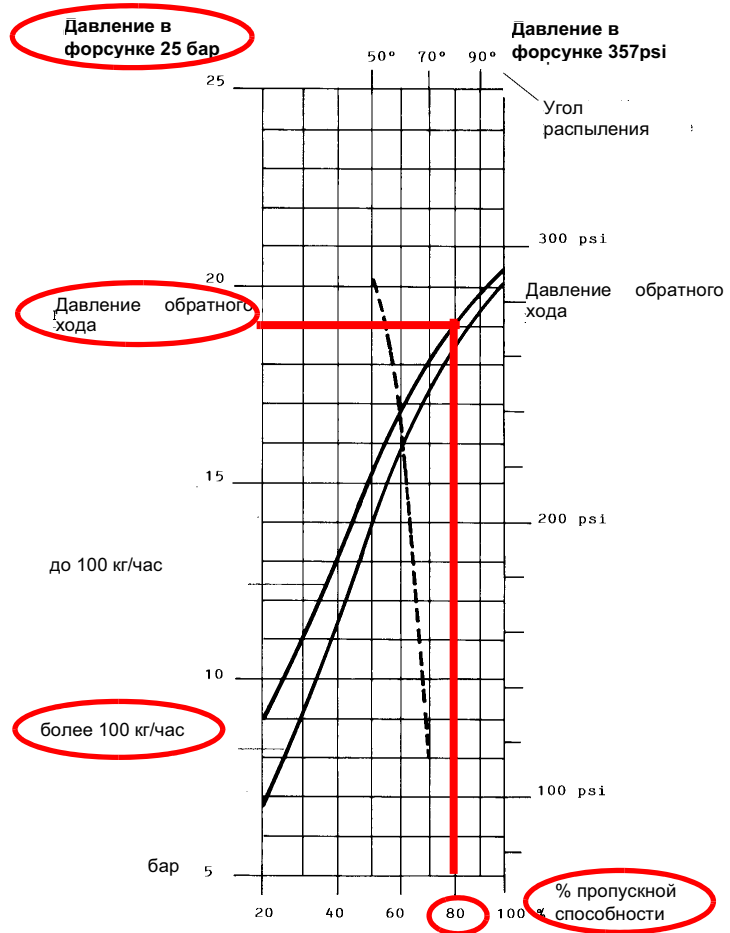
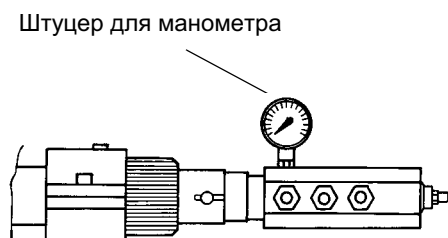

Рис. 15
Рис. 18
Пример : 80% номинального расхода на форсунке можно получить, если установлены форсунки с расходом более 100 кг/час, при давлении на обратном ходе примерно равном 18 бар (см. график на Рис. 15).
- 8 Давление питания форсунки уже отрегулировано заранее на заводе-изготовителе и не должно изменяться. Только в случае необходимости, отрегулировать давление питания (см. соответствующий параграф) следующим образом: установить манометр в положение, указанное на Рис. 18, воздействовать на регулировочный винт **VR** насоса (см. Рис. 17) до получения на форсунке давления в 25 бар (форсунки Fluidics - см. график на Рис. 15);
на форсунке давления в 25 бар (форсунки Fluidics - см. график на Рис. 15);